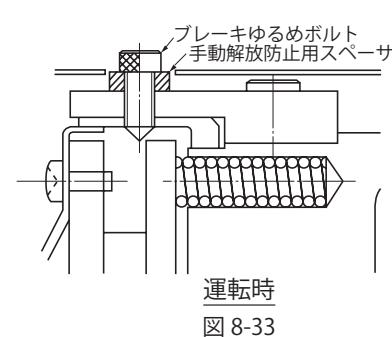

図 8-33
- (2) ブレーキを解放した後、再び元の状態に復帰させる場合は、安全のため(1)で取り外した手動解放防止用スペーサを元どおりに取り付けてください。(図 8-33 参照)
- (3) ブレーキゆるめボルトのサイズは次の通りです。